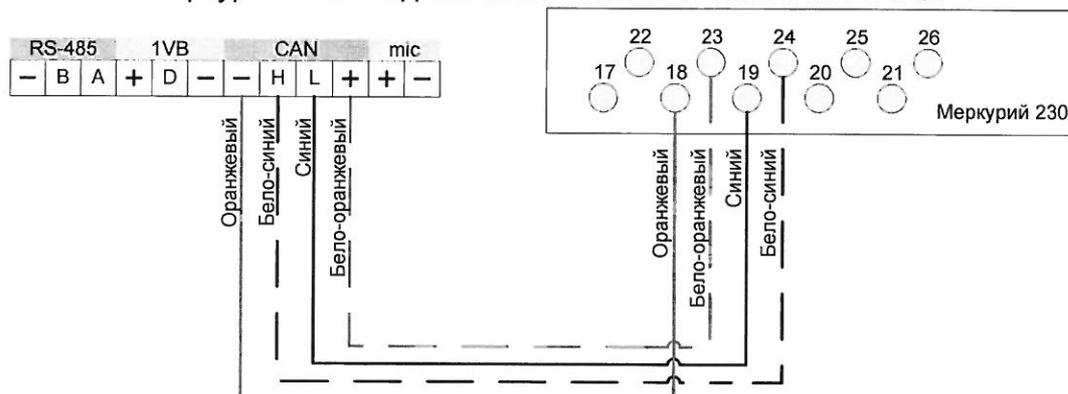

Рис. 3. Схема подключения к УСПД «Геликс 3» счётчика «Меркурий 230».
3. Счетчик «Меркурий 230» подключается согласно схеме на Рис. 3.